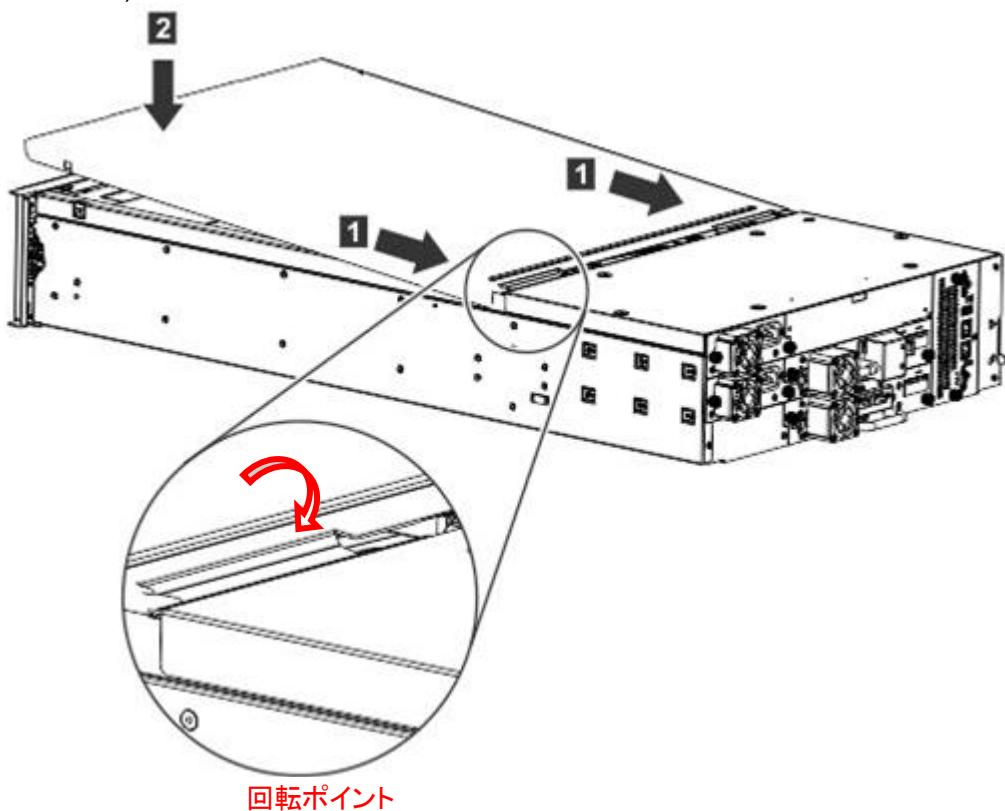

図 1-22 上部カバーの前部を下げる
- B) 上部カバーの前部を約 12 cm 持ち上げたままで、カバー後部を、開口部の後方にある拡張モジュールの回転ポイント(図 1-22の拡大されている箇所)にかみ合わせます。